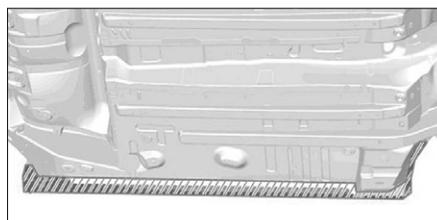

FIG. 116
- Appliquer une couche d'impression phosphatante sur les zones mises à nu (Fig.116).